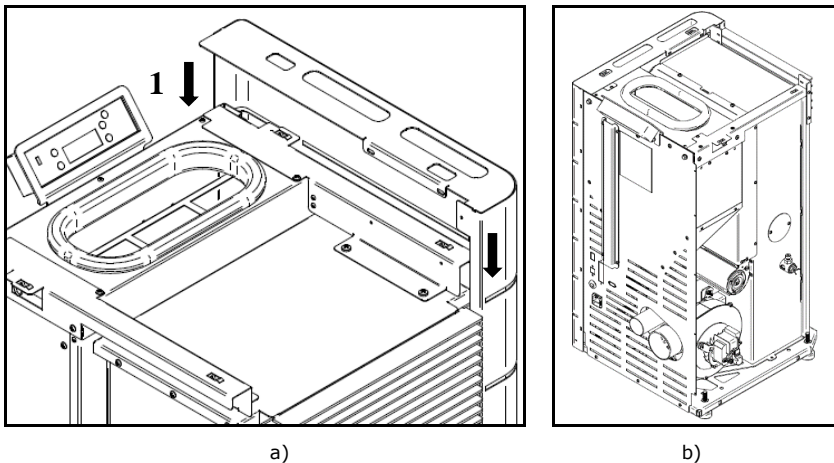

Figura 23 - Fijación de los laterales de las envolventes
c) Posteriormente encajar la envolvente lateral en sentido descendente, Durante el montaje de la envolvente, se debe garantizar que el haba que existe en la parte superior de esta (1) queda sobrepuesta en la estructura y simultáneamente en la parte posterior de la máquina la envolvente debe estar por fuera de esta como se demuestra en la Figura 23-b.